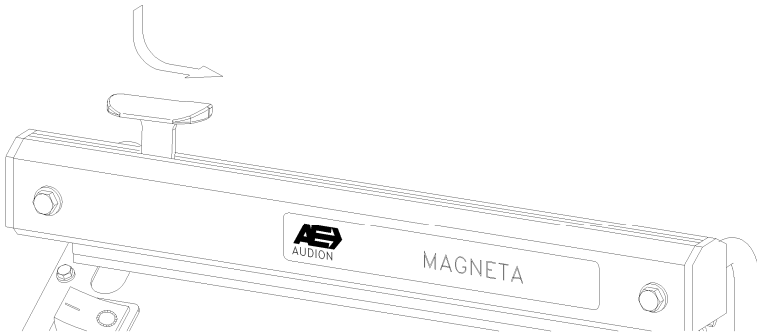

Fig. 1
6. Si nécessaire, on peut couper la partie au dessus de la soudure à l'aide du couteau pressant le bouton rouge et en le faisant passer d'un côté à l'autre du bras, lorsque celui-ci est abaissé (pendant la soudure). (fig. 1.).
6. Overskæring af folien sker ved at trykke knivholderen ned og føre denne på tværs af kæben under svejse- og køletiden. (fig. 1).
6. Vid avskärning: Pressa ned knivhållaren och för knivsläden snabbt över folien under tiden armen är i nedpressat läge (fig.1).
6. Folien kan kuttet ved å trykke den røde knivholderen på sveisearmen ned og samtidig skyve den til den andre siden av armen, mens denne er nede (fig.1).